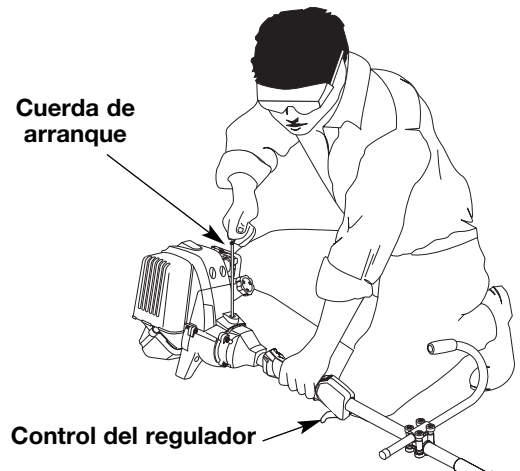

Fig. 22
**ADVERTENCIA:** Evite los arranques accidentales. Colóquese en posición de inicio cuando tire de la cuerda de arranque (Fig. 22). El operador y la unidad deben estar en una posición estable al arrancar la unidad para evitar graves lesiones personales. Compruebe que cualquier complemento usado se instale correctamente y que esté seguro, antes de poner en marcha la unidad.
4. Soporte en la posición de arranque y **no apriete el control de regulador** (Fig. 22). Tire bruscamente del cordón de arranque hasta 5 a 10 veces.